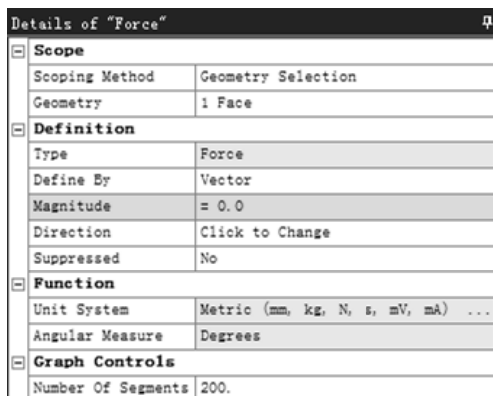

图 4.2.18 “Details of ‘Force’”对话框（三）
- ☒ **Function** 选项：选中该选项，用于定义函数类型的载荷，此时的对话框如图 4.2.18 所示，在对话框中的 **Number Of Segments** 文本框中输入表格段数。在图